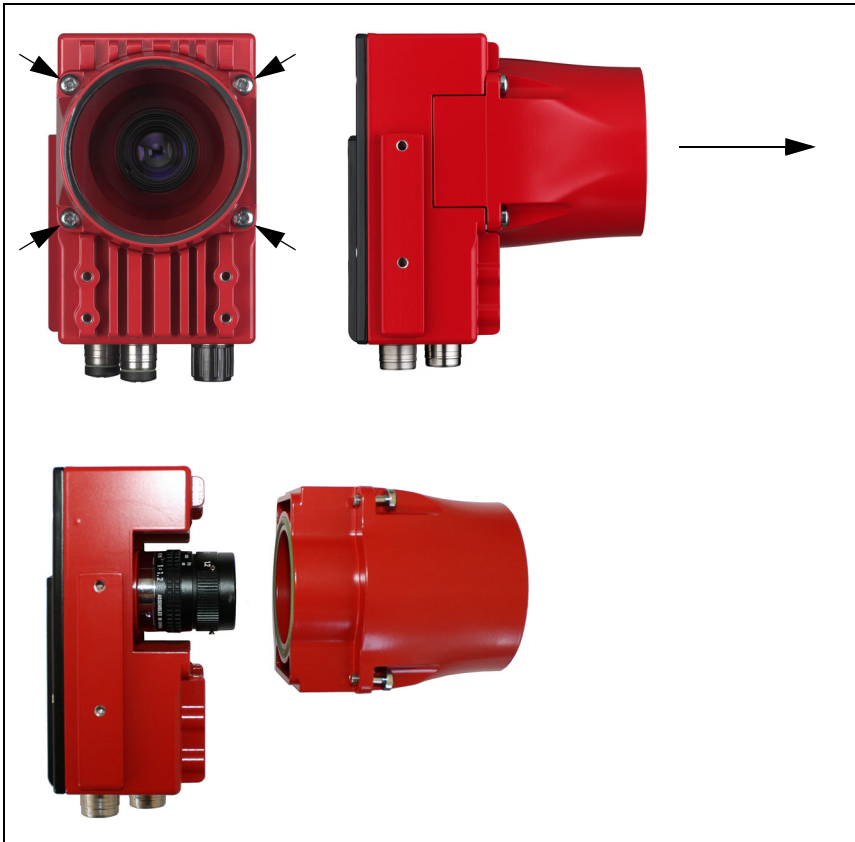

Bild 4.8: Objektivwechsel bei C-Mount Geräten
- ☞ Lösen Sie zunächst die 4 Kreuzschlitzschrauben der Objektivabdeckung und heben Sie die Abdeckung nach vorne ab wie in Bild 4.8 gezeigt.